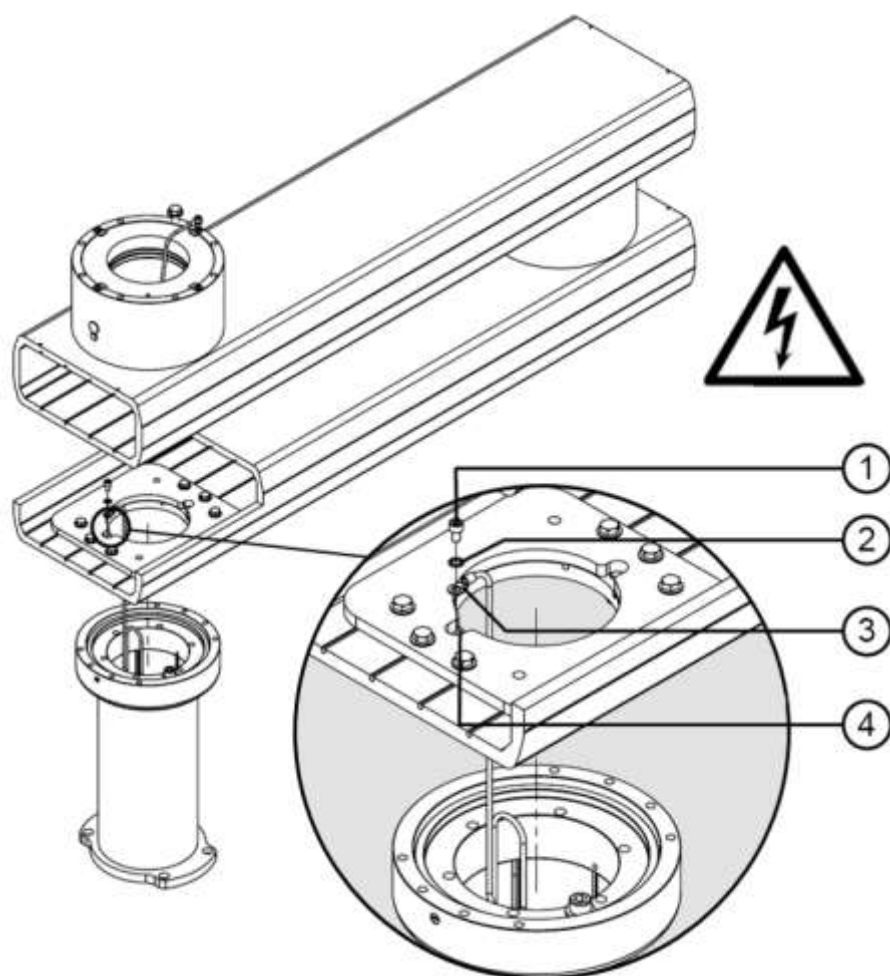

Abb.31 Montage des Erdungskabels am Fallrohr, COLUMN ROTATION und nicht motorisierten Armen
- Setzen Sie das Fallrohr so unter den Arm (4) / (5) ein, dass der Endanschlag ④ am Fallrohr zur Außenseite des Auslegerarms zeigt und die Befestigungslöcher fluchten.
- Um den Servicekopf gegen den Uhrzeigersinn drehen zu können, muss das Fallrohr mit dem Endanschlag ② auf der rechten Seite montiert werden, wie in Abbildung 31 dargestellt. Es wird auf der linken Seite montiert, wenn der Servicekopf im Uhrzeigersinn gedreht werden soll.
- Befestigen Sie das Fallrohr mit der Befestigungsplatte 8 x M10 ③ und schrauben Sie es mit 8 Senkkopf-Inbusschrauben ① am Auslegerarm (4) / (5) fest.